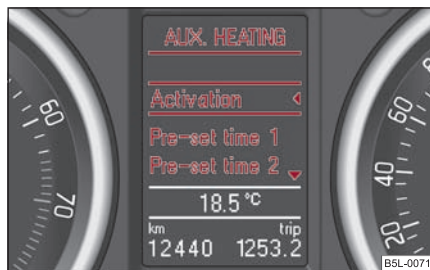

Fig. 141 Display-ul cu informații: Aux. Heating (încălzirea în staționare)
- În meniul **Aux. heating (încălzirea în staționare)** ⇒ fig. 141 selectați meniul **Weekday (ziua săptămânii)** și reglați ziua actuală.